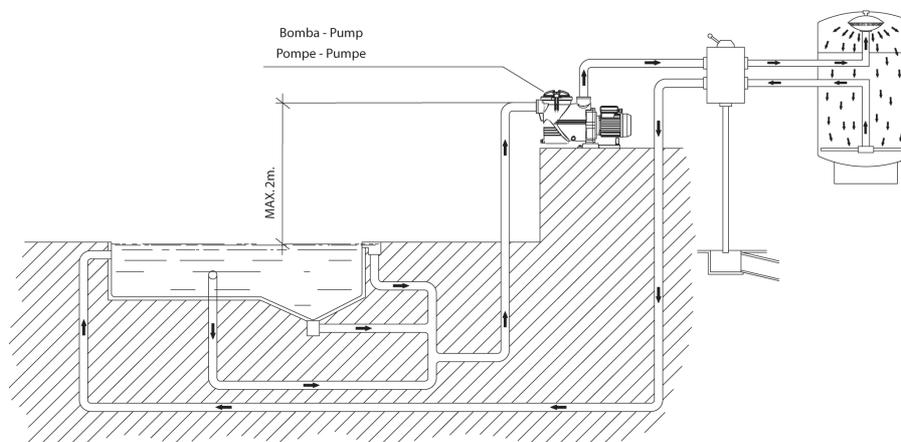

Fig.4
- En caso de tener que instalar la bomba por encima del nivel del agua, la diferencia de altura no debe ser superior a 2 metros (ver Fig. 4), procurando que el conducto de aspiración sea lo más corto posible ya que, una tubería más larga, incrementa el tiempo de aspiración y las pérdidas de carga de la instalación.